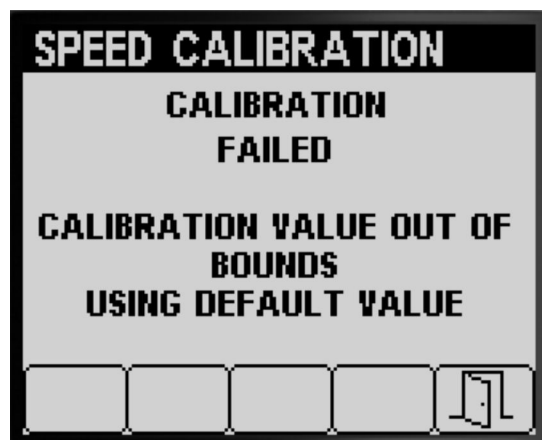

Figura 69
- Surge uma mensagem a indicar que a calibração da velocidade não foi conseguida (Figura 69).
**Nota:** Se o valor da calibração estiver fora dos limites (Figura 69), contacte a assistência técnica autorizada Toro; caso contrário, reveja a mensagem de erro e repita os passos da calibração em Preparação da calibração de velocidade (página 22), e Efetuação da calibração da velocidade (página 24).
- Prima o botão 5 para sair do ecrã Calibração da velocidade (Figura 68 ou Figura 69).